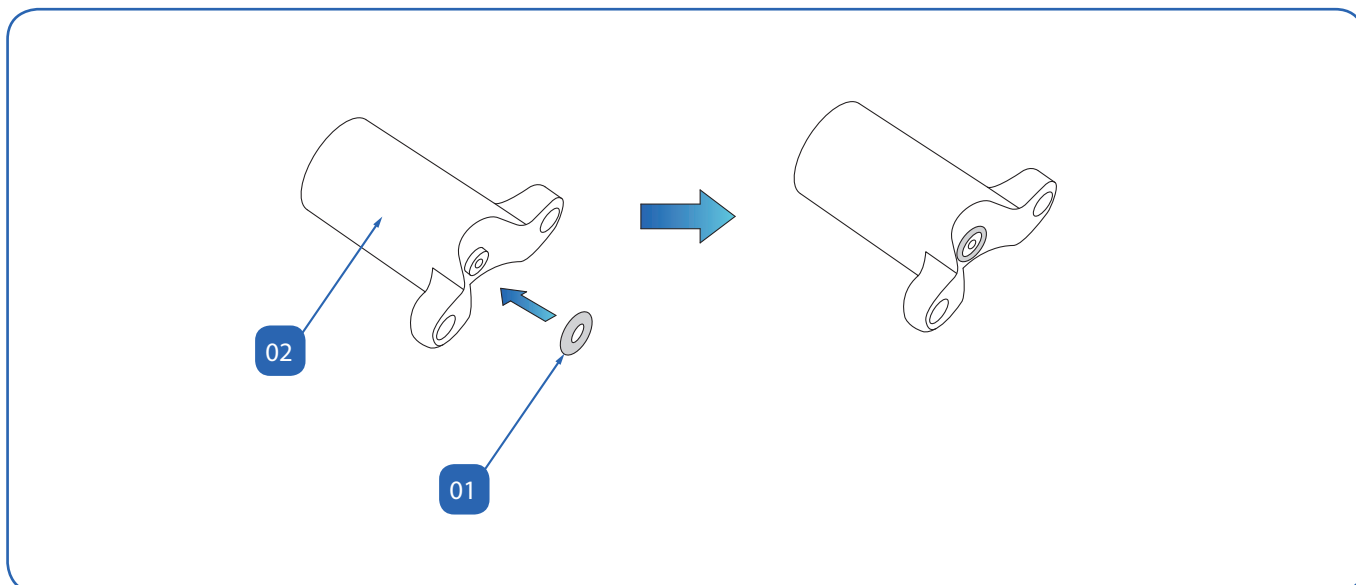

Fig. 08. Sustitución de la junta tórica.
- En caso de que la junta tórica (01 Fig. 08) de ajuste entre el soporte de boquilla (02 Fig. 08) y la tubería este dañada, se aconseja su sustitución para evitar fugas de agua.